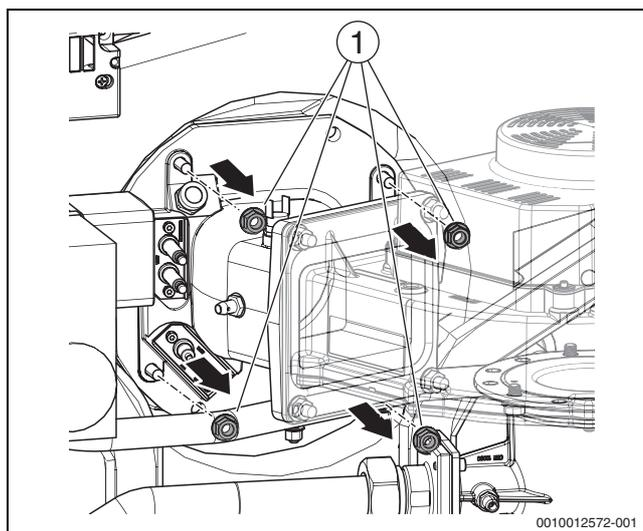
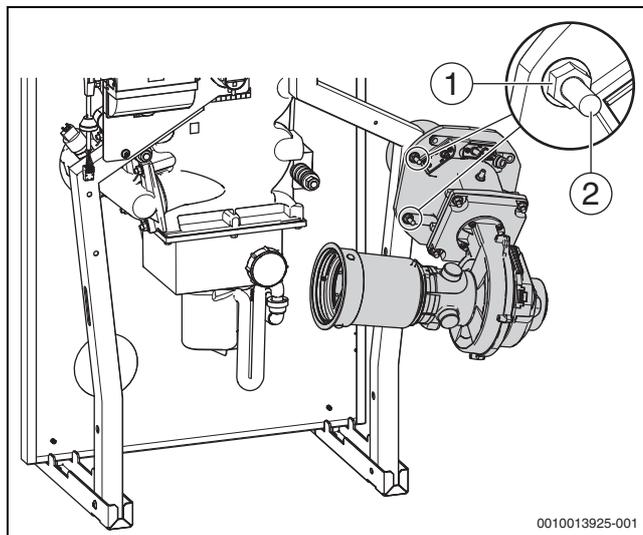

Fig. 46 Rimozione dei dadi al collettore di miscelazione
Fig. 47 Bruciatore in posizione di manutenzione (montaggio a destra)
- ▶ Posizionare il bruciatore con flangia sulle viti montate in fabbrica (→ fig. 47, [2]) e fissare con due dei dadi di fissaggio tolti in precedenza (→ fig. 46, [1]).